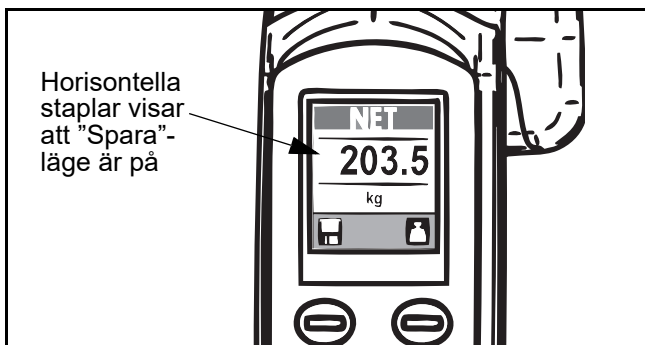

Fig. 65
5) Tryck på Spara-knappen om nettovikten behöver sparas i minnet. Vågräta staplar visas ovanför och nedanför siffrorna på skärmen. Detta betyder att spara-funktionen är aktiv. Texten "Save" visas tills du tryckt på Spara-knappen igen (se Fig. 65).